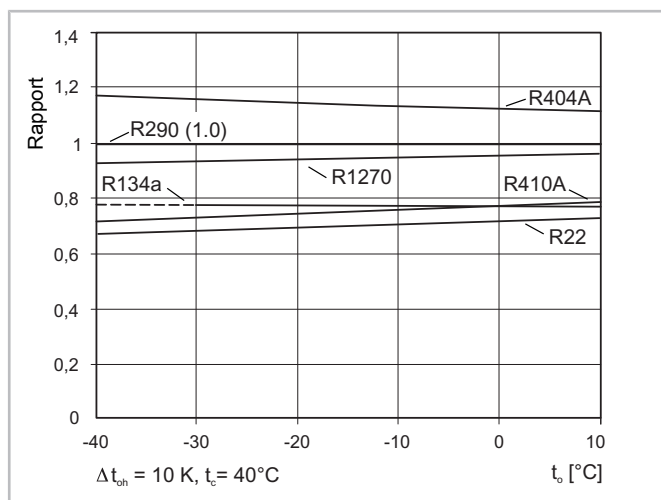

Fig. 6: Débit de liquide de différents fluides frigorigènes par rapport à R290 avec une puissance frigorifique identique
- Dimensionnement de la conduite de liquide identique à celui pour R22 (flux volumétrique de liquide plus élevée, mais perte de pression plus faible due à une densité plus basse), voir figure 6, page 37.